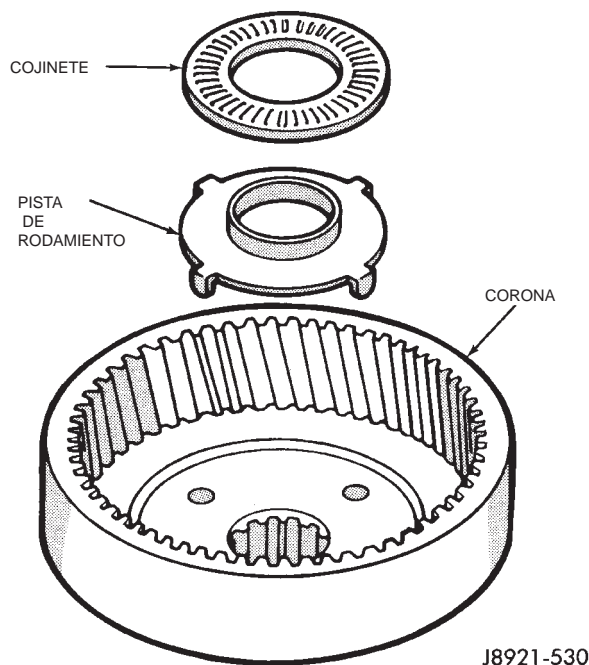

Fig. 211 Instalación del cojinete y la pista de rodamiento de la corona
(6) Instale la maza en la corona del planetario e instale el anillo de muelle.
(7) Recubra la pista de rodamiento y el cojinete con vaselina e instálelos en la corona del planetario (Fig. 211).